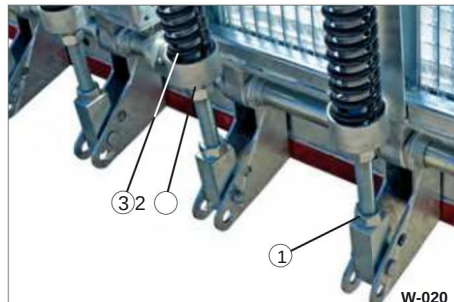

Fig. 22 Fjeder, fabriksindstilling
(Abb. 22/2).
• Drej justeringsskruen (fig. 22/1) mod uret.